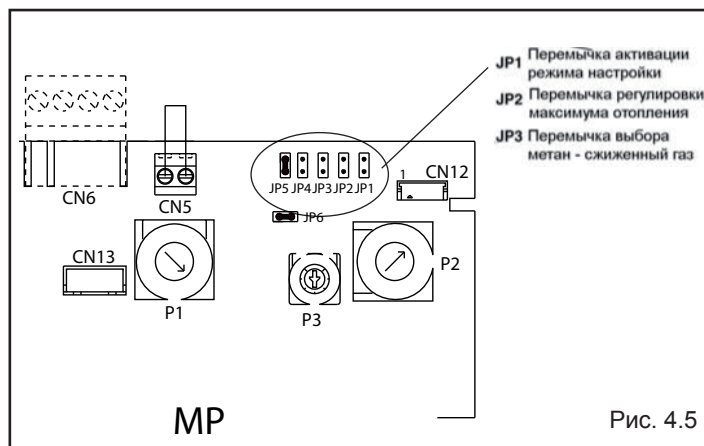

Рис. 4.5
- Установите переключатель JP1 (рис. 4.5), при этом ручка, расположенная на панели управления, будет выполнять функцию регулирования минимальной мощности для режима отопления. Регулирование максимальной мощности для режима отопления можно будет осуществлять посредством потенциометра P2;
- Установите переключатель JP2 (рис. 4.5)
- На плате управления (рис. 4.5):